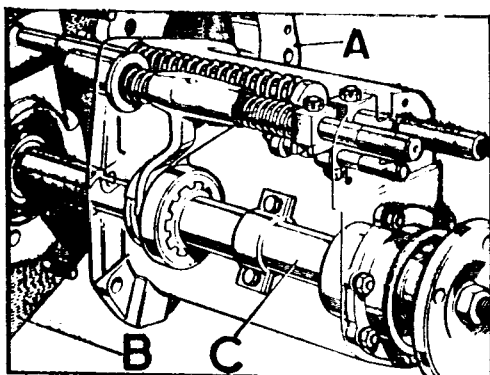

Fig. C-51 Instalación de la caja del eje de salida en la reductora
- 2.3. Cubrir ambas caras de la junta, B (Fig. C-51) con un compuesto sellador, Hermetical 600 y colocarla en su sitio sobre la caja reductora.